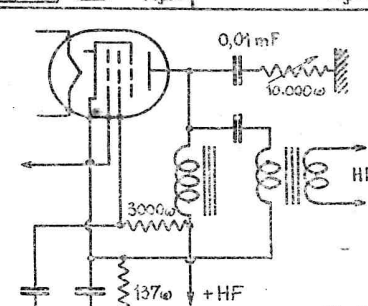

Fig 3
La figure 3 indique le schéma d'utilisation. A noter, sur ce schéma l'alimentation en parallèle du haut-parleur et la présence d'une résistance chutrice de 3.000 ohms destinée à empêcher que l'écran soit à une tension supérieure à celle de la plaque.
C) Variation anti-logarithmique (fig. 3). — La variation est rapide jusqu'à mi-course, et lente en fin de course. Employé, actuellement, pour le contrôle H.F. par variation de polarisation.